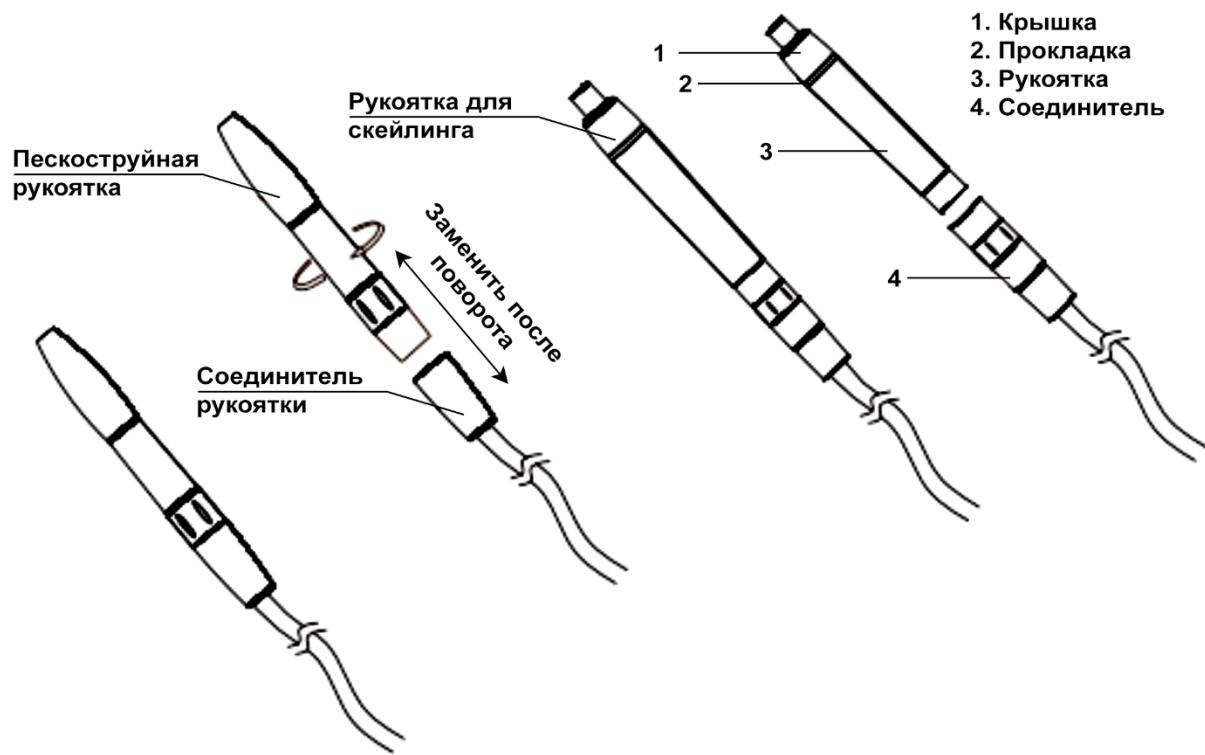

Рис. 5
- 2) Подключите пескоструйную рукоятку к соединителю на пескоструйном шланге (см. рис. 5).